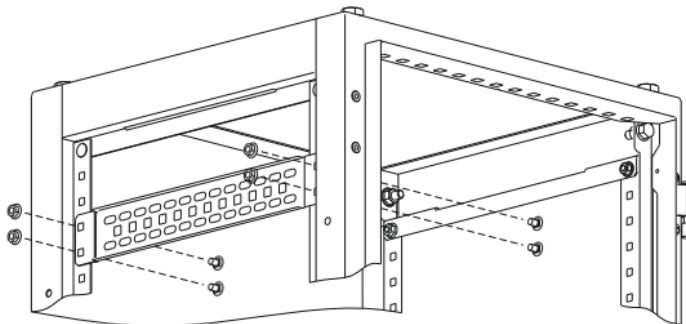

Рисунок 3
3.1 Приложите рейку боковую с внешней стороны боковой поверхности передней и задней стоек корпуса на нужной высоте. Вставьте по очереди в квадратные отверстия четыре болта M6×10 и закрепите гайками M6 (рисунок 3). Момент затяжки 5 Н·м.